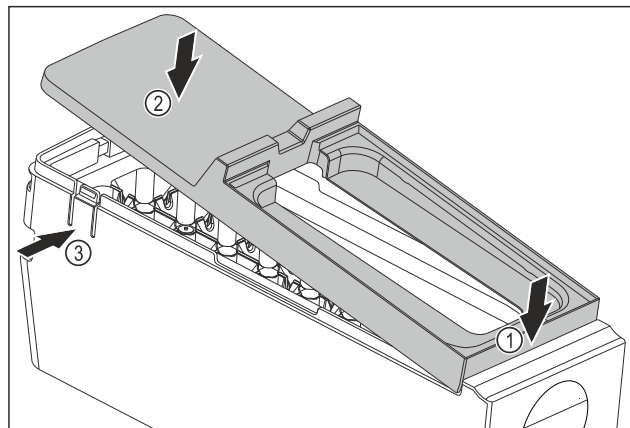

Fig. 174
- Встановіть кришку корпусу EasyTwist-Ice: Прикріпіть кришку спереду. Fig. 174 (1)
- Опустіть кришку ззаду. Fig. 174 (2)
- Кришка зі звуком фіксується в обох виступах Fig. 174 (3).